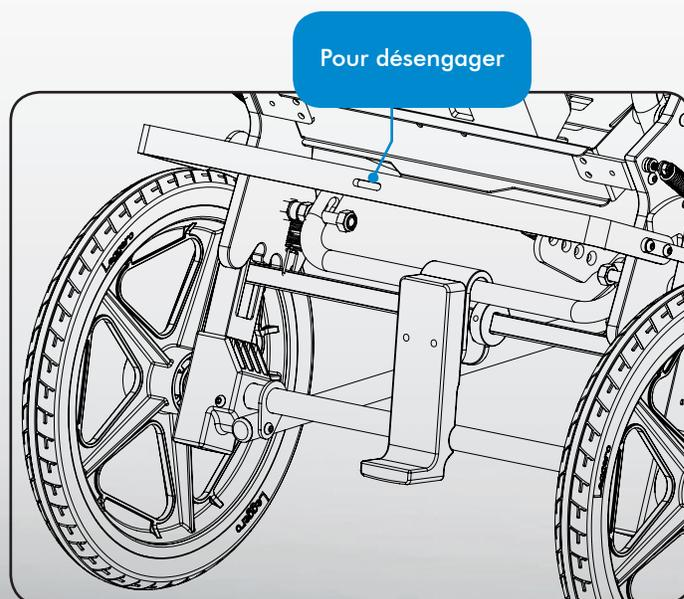

Figure 3
3. Pour désengager le verrouillage des roues, poussez le centre de la barre transversale vers le bas avec votre pied. Consultez figure 3.